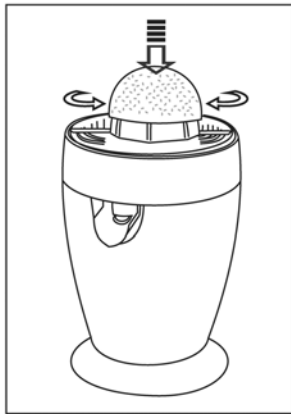

Fig. 2
2. Wählen Sie einen Reibkegel, der der Grösse Ihrer Frucht entspricht. Der kleine Reibkegel bleibt stets am Gerät, der grosse lässt sich überstülpen. Der Motor setzt sich in Bewegung, sobald eine (halbierte) Frucht auf den Reibkegel gedrückt wird. Wenn Sie kurz keinen Druck mehr geben und anschliessend erneut leichten Druck aufsetzen, ändert der Motor seine Drehrichtung. Dank dieser Richtungsänderung lässt sich mehr Saft gewinnen (Fig. 2).